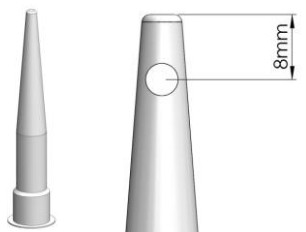

Figura 10
- Selle la cabeza de la cánula. Para ello, fundir el extremo de la cánula con un mechero y comprimirlo. Posteriormente realizar un taladro con una broca de 4mm a una distancia de 8mm medidos desde el extremo de la cánula (figura 10).